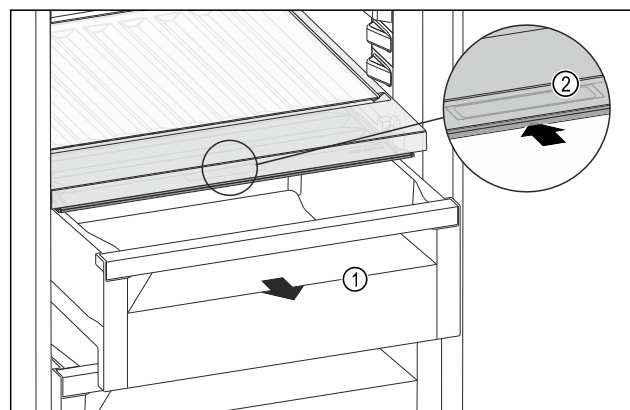

Fig. 108
- ▶ Wyciągnąć szufladę Fig. 108 (1).
- ▶ Chwycić uchwyt wpuszczany Fig. 108 (2) na pokrywie komory i przesunąć pokrywę jednocześnie do tyłu.